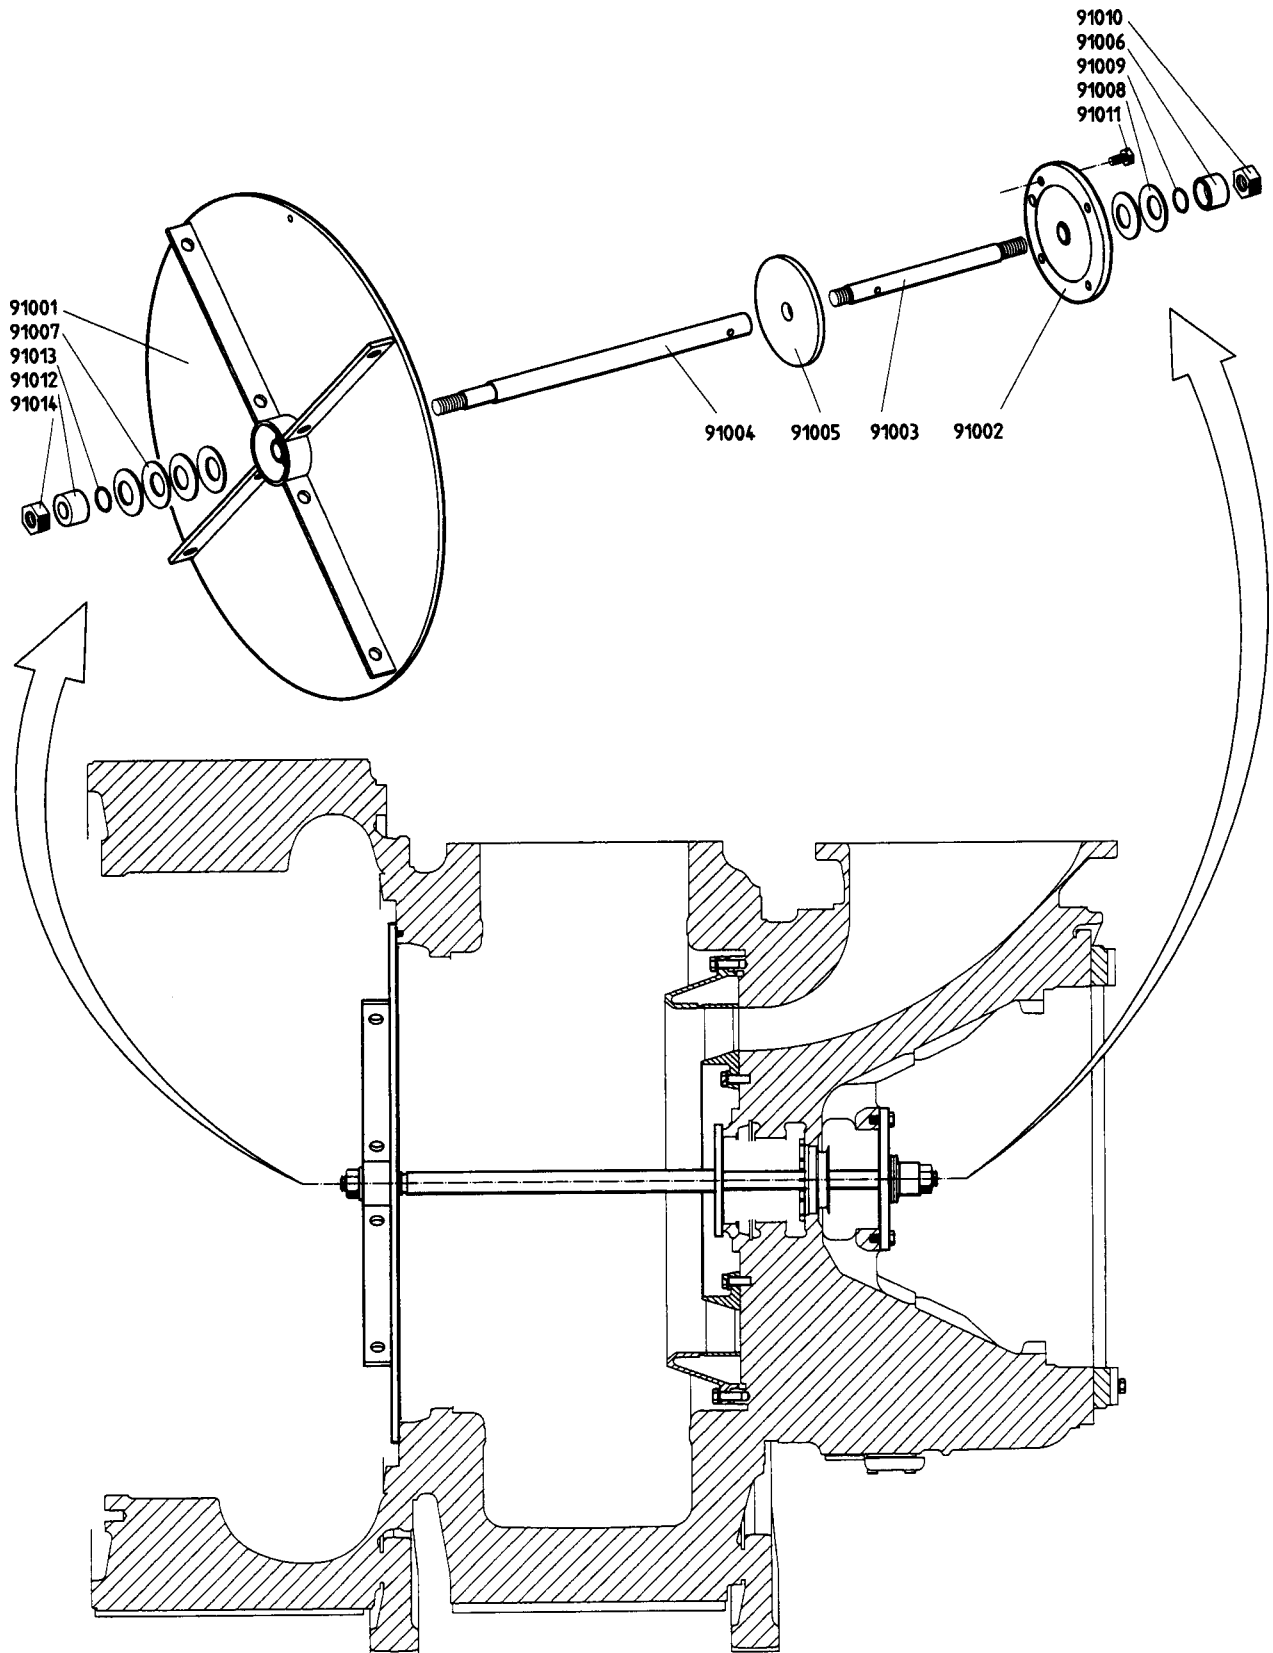

Fig. 6-1
- Öffnungen, die durch den Rotorausbau entstehen, sind mit der Abschlussvorrichtung zu schliessen (s. Fig.6-1)
- Close the openings which result from removing the rotor with the aid of the blanking device (see fig. 6-1).